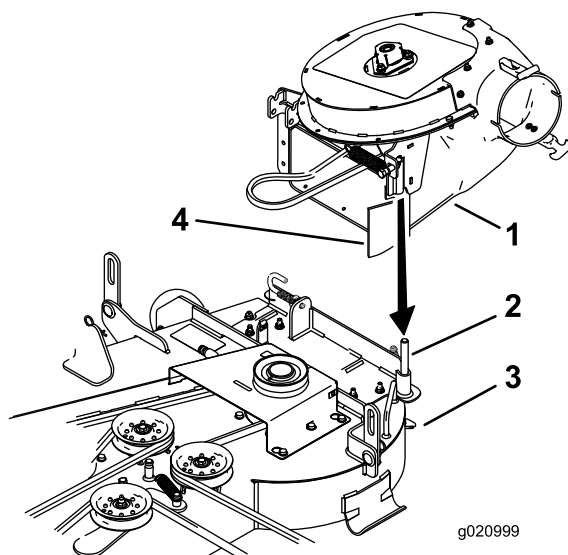

Figure 15
- Abaissez le ventilateur et enfitez le trou du pivot sur l'axe de pivot (Figure 15).
Remarque: Assurez-vous que la courroie reste bien en place sur la poulie de ventilateur et que le volet en caoutchouc reste à l'extérieur du tablier de coupe (Figure 15).